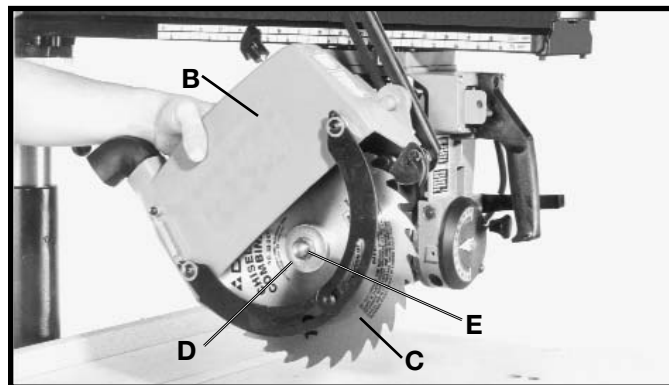

Fig. 45
3. Con el protector de hoja (B) Fig. 45 en la mano izquierda, inserte la hoja de la sierra (C) en el protector de hoja (B) y sobre el eje del arbol.
4. Monte la pestaña exterior de la hoja (delgada) (D) Fig. 45, con el lado embutido de la pestaña (D) apuntando hacia adentro y la tuerca de árbol (E) sobre el eje del árbol. **AVISO: LA TUERCA DEL ÁRBOL (E) FIG. 45 TIENE UN ROSCADO HACIA LA IZQUIERDA.**